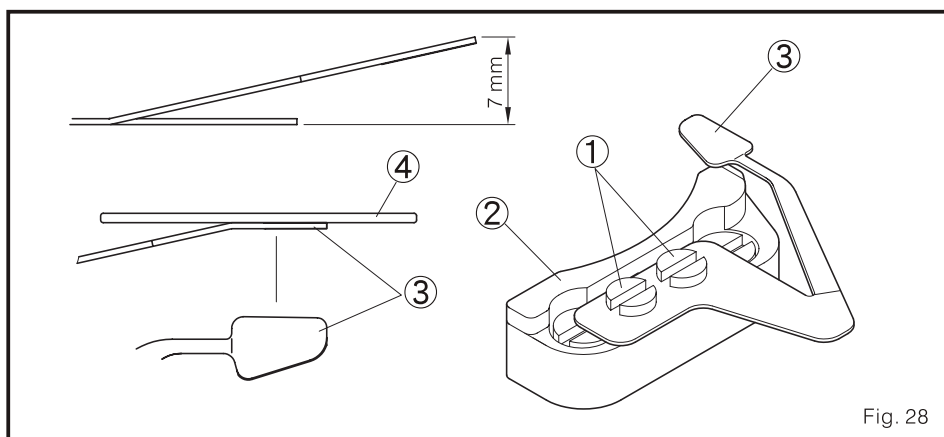

Fig. 28
2. A altura standard da faixa mola do fio inferior é de 7mm. (Fig. 28)